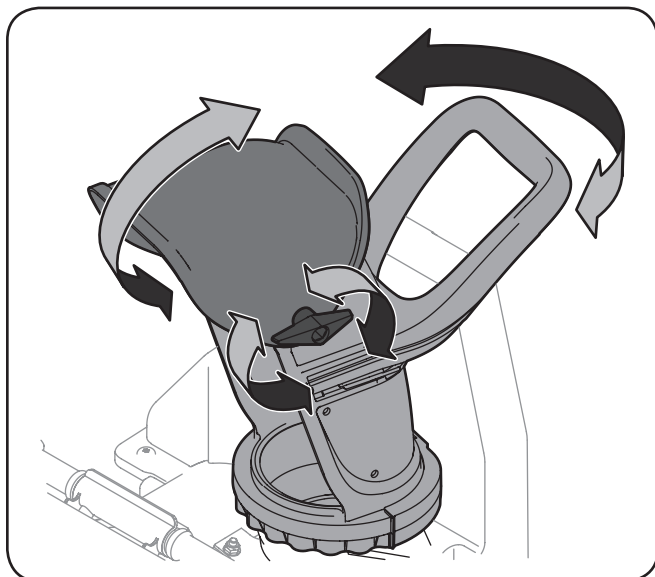

Figura 3-10
2. Apriete la perilla de aletas del canal superior asegurándose de que el perno del carro del interior del canal de descarga esté ubicado correctamente. Consulte la Figura 3-10.
3. Para ajustar la dirección en la que se arrojará la nieve, use la manija del canal de descarga superior para controlar la dirección de la descarga. Vuelva a consultar la Figura 3-10.